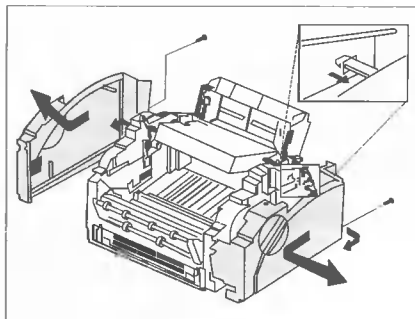

Рис. 3
5. Отворачивают винты боковых крышек (рис. 3). Освобождают крепежные лапки, находящиеся в верхней части боковых крышек и снимают боковые крышки.